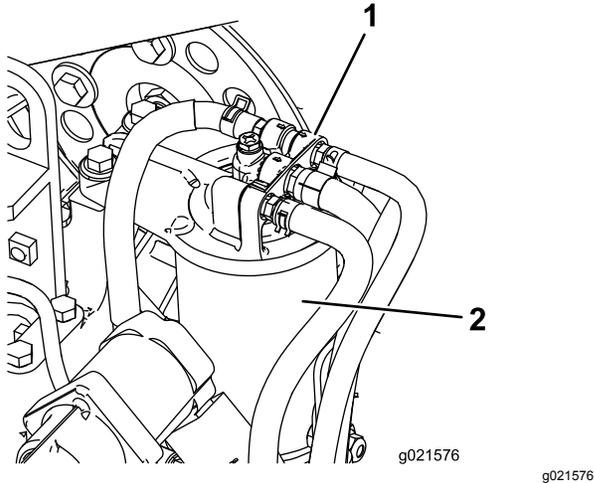

Figure 86
1. Nettoyez la surface autour de la tête du filtre à carburant (Figure 86).
2. Déposez le filtre et nettoyez la surface de montage de la tête du filtre (Figure 86).